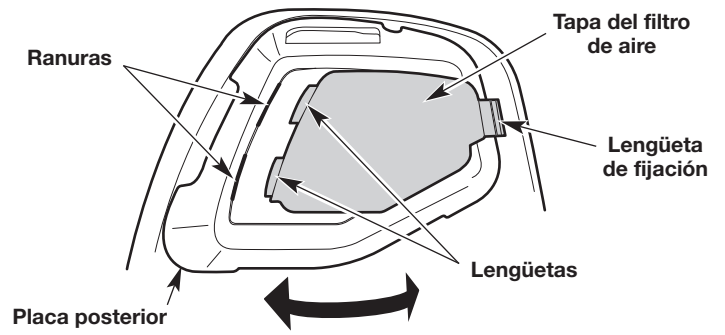

Fig. 37
1. Abra la cubierta del filtro de aire: oprima la lengüeta de fijación y gire la cubierta del filtro de aire hacia la izquierda (Fig. 37).
7. Cierre la cubierta del filtro de aire: inserte las lengüetas de la cubierta del filtro de aire en las ranuras de la placa posterior. Gire la cubierta del filtro de aire hacia la derecha y oprímala para cerrarla hasta que la lengüeta de fijación calza a presión en su lugar (Fig. 37).